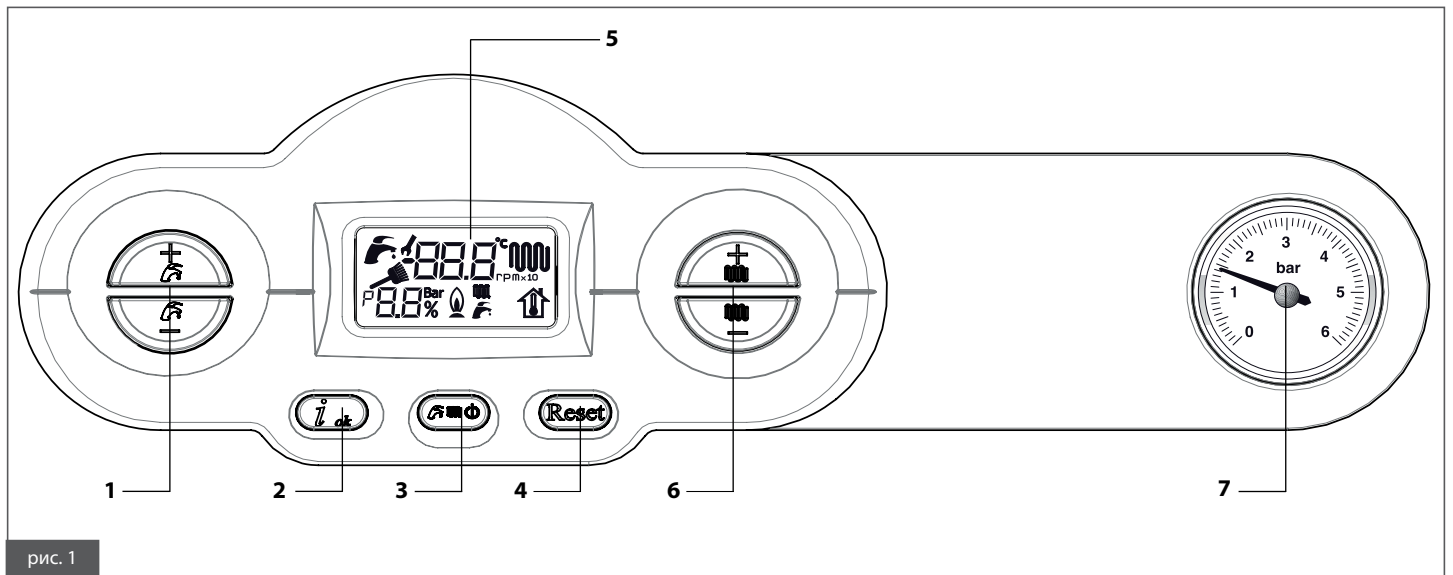

рис. 1
Мигает в процессе регуляции/выбора температуры ГВС с помощью кнопок 1 (рис. 1).
Мигает в процессе регуляции температуры контура отопления с помощью кнопок 6 (рис. 1).
- Выбрать режим работы котла с помощью кнопки **3** (рис. 1): OFF/ЛЕТО/ЗИМА/ТОЛЬКО ОТОПЛЕНИЕ;
- Задать желаемую температуру теплоносителя в контуре отопления с помощью кнопок **6** (рис. 1);
- Задать температуру ГВС с помощью кнопок **1** (рис. 1);